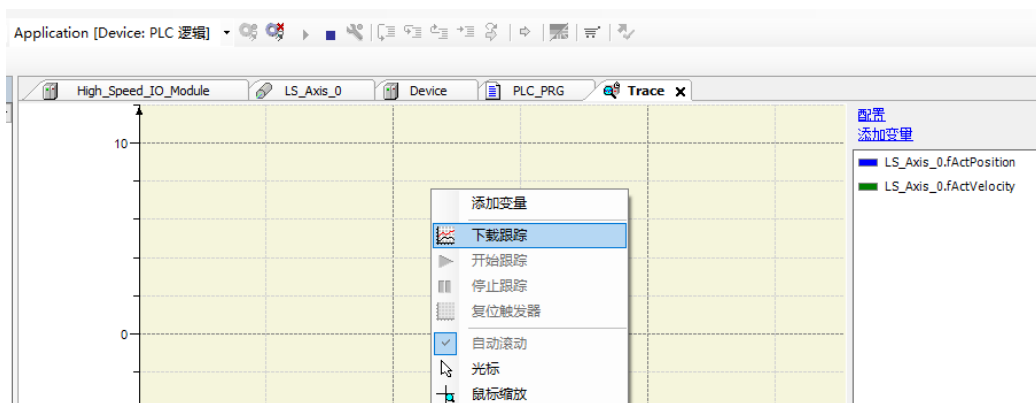

图 5.11 下载跟踪曲线
- 运行程序后，在变量跟踪界面上点击鼠标右键，选“下载跟踪”，如图 5.11 所示，即可开始记录所添加变量的变化曲线。